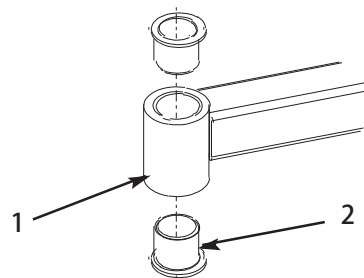

図 30
4. ピン・ポンチを使って、チューブの上または下からブッシュをたたき出す (図30)。他のブッシュも、同様にしてチューブから取り外す。チューブの内部をきれいに清掃する。